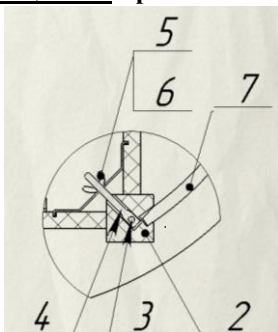

Рис. 3.
- 3.2. В пазы ног (2) вставить обечайки (7) – рис. 3.